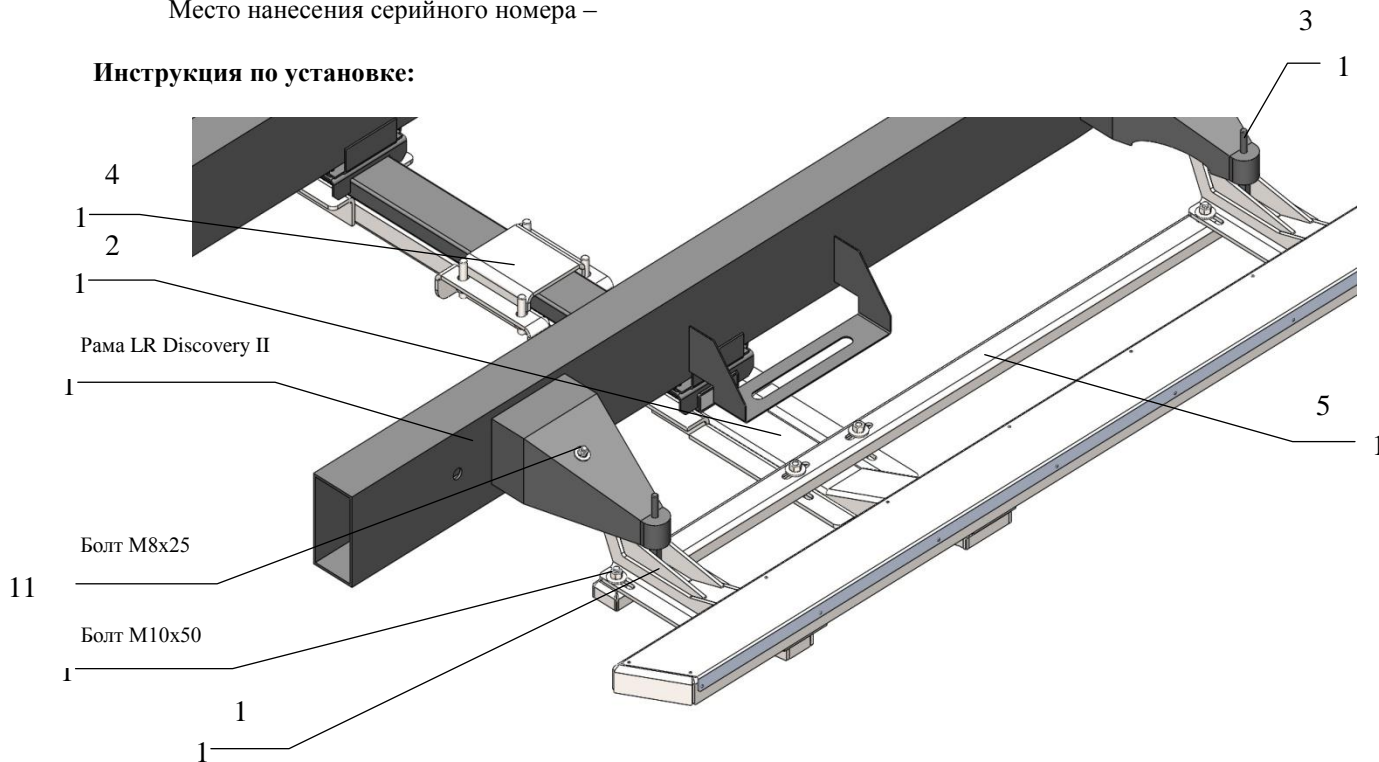

Рис. 4
- Установить на место старых кронштейнов, кронштейны рамы поз.1 рис.4 (обратив внимание на то, что кронштейны разные, два спереди одинаковые, два сзади автомобиля другие и зеркальные) закрепить кронштейны к шпильке имеющейся гайкой с буртиком М10, оставшейся со шпильки поз.3, место крепления кронштейна к раме закрепить прилагающимся крепежом.